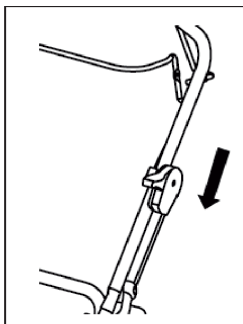

Рис. 12
1. Переведите рычаг воздушной заслонки вперед в положение закрыто (Рис. 12).